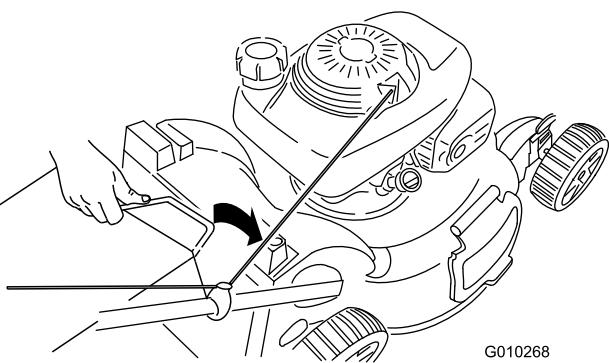

Figure 27
- Insérez la poignée du bac à herbe dans les rainures en haut de la machine (Figure 27).